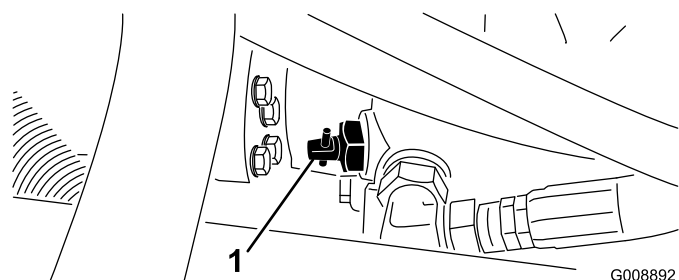

Figura 27
1. Localice la válvula de desvío en la bomba (Figura 27) y gírela 90°.